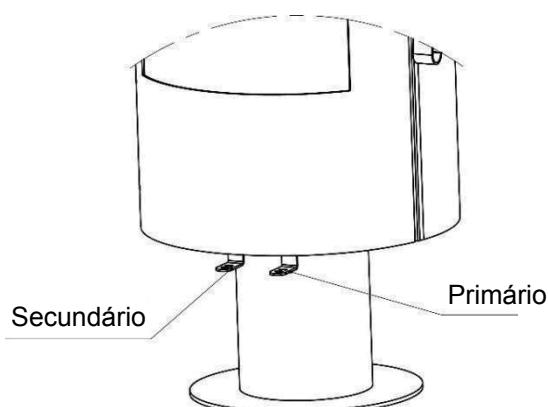

Figura 2
- 2) Abrir o ar primário a 100% (ver figura 2).